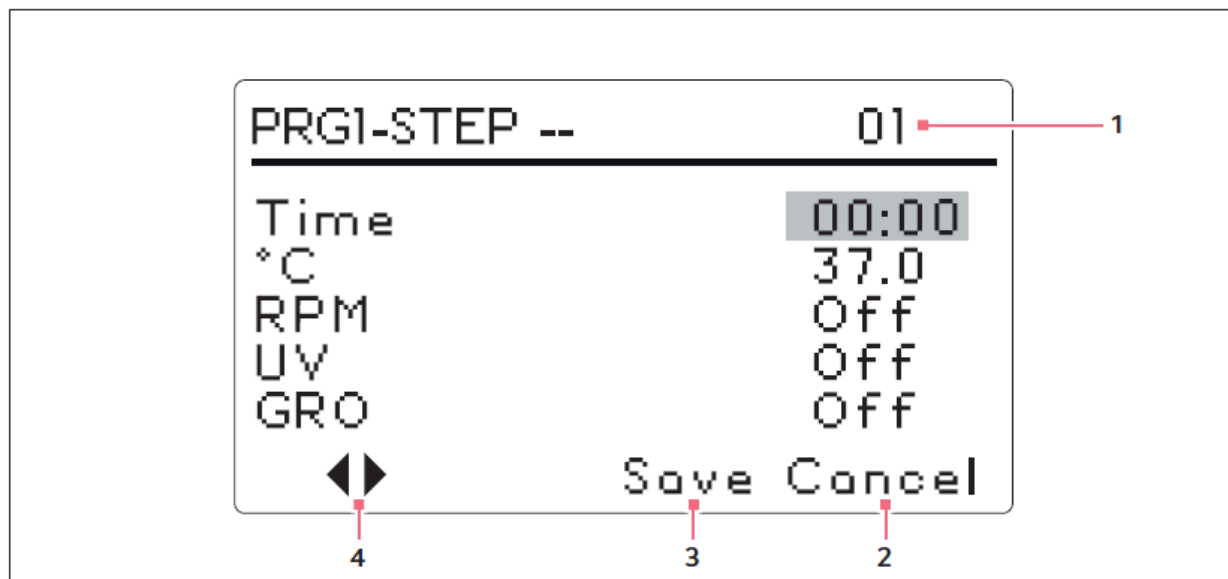

Рис. 5-12: программа 1, шаг 1
2. Поворачивайте ручку управления, пока в поле не появится слово **New**. Нажмите на ручку для выбора этого режима. Появится меню для программы 1 — шаг 1 (см. рис. 5-12 на стр. 53):